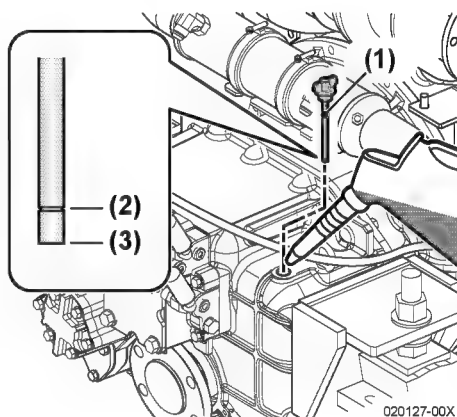

Figure 9
2. *AVIS: Empêchez que la poussière et les débris ne contaminent l'huile de transmission marine. Nettoyez soigneusement le bouchon de remplissage/ jauge et les surfaces environnantes avant d'enlever le bouchon deremplissage/ jauge. Enlevez le bouchon de remplissage/jauge (**Figure 9, (1)**) et nettoyez-le avec un tissu propre.*
4. Enlevez le jauge Le niveau de l'huile devrait être entre les lignes maximum (**Figure 9, (2)**) et minimum (**Figure 9, (3)**) sur le jauge. *AVIS: Maintenez TOUJOURS le niveau de l'huile de transmission entre des lignes supérieure et inférieure sur le jauge.*
2. Enlevez le bouchon de remplissage/ jauge (**Figure 9, (1)**) au haut de la case.
3. Remplissez avec de l'huile jusqu'à la limite supérieure sur le jauge (**Figure 9, (2)**). *Voir Spécifications de l'huile de transmission marine à la page 42. AVIS: Ne faites JAMAIS le trop-plein avec l'huile de transmission marine.*